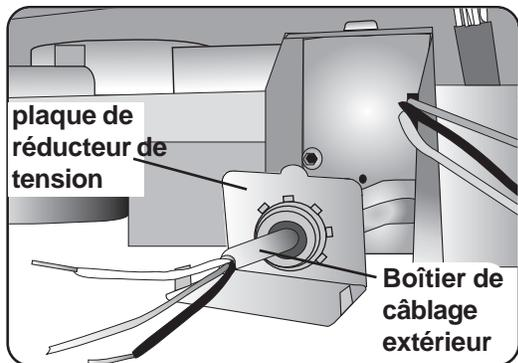

Figure 29
- 2 Passer le câble d'alimentation par le réducteur de tension, **figure 29**. S'assurer que le boîtier de câblage extérieur dépasse d'environ ½ po (13 mm) par le réducteur de tension.